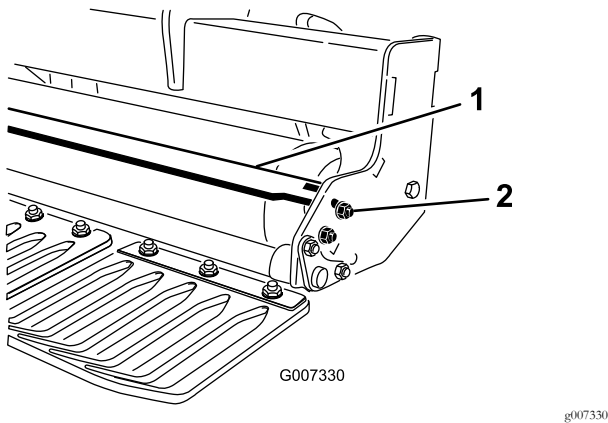

Figura 16
1. Allentate i dispositivi di fissaggio che ancorano ciascuna estremità del raschiatore all'aletta del raschiarulli (Figura 16).